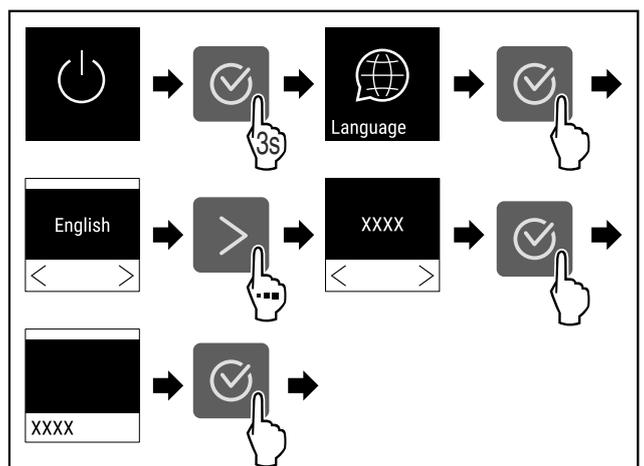

Fig. 50
- ▶ Handlungsschritte (siehe Fig. 50) durchführen.